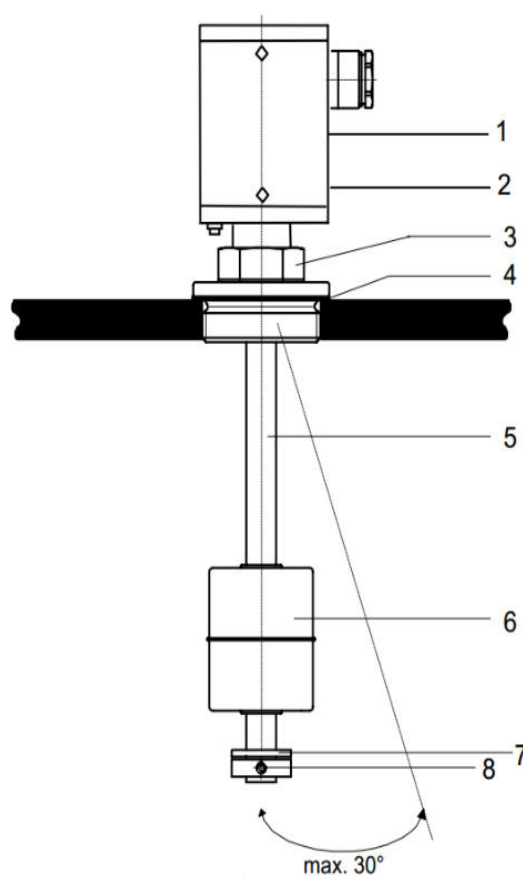

Рисунок 3. Пример установки
Для обеспечения сохранности хрупких элементов магнитного поплавка (рис.3 поз.6) он транспортируется в зафиксированном положении на волноводе (5). Непосредственно перед установкой датчика уровня необходимо удалить фиксирующие элементы поплавка. Рабочая зона поплавка рассчитывается с учётом размера (высоты) поплавка и длин “мёртвых зон” (сверху/снизу), и фиксируется/ограничивается с помощью стопорных колец (8).